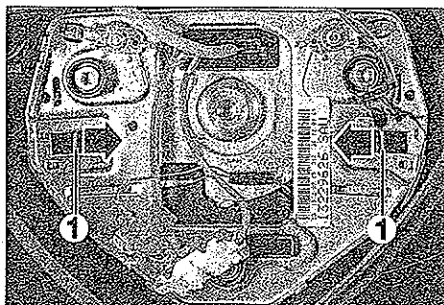
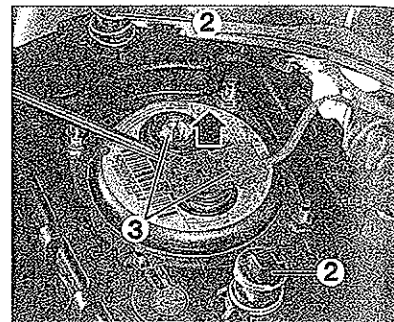

FIG. 3
FIG. 4
- Separar el muelle (1) (fig. 3) del gancho izquierdo (2) (fig. 4) de airbag y tirar con precaución del airbag para separarlo.
- Retirar el módulo de su situación y sacar los dos conectores (3) (fig. 4).